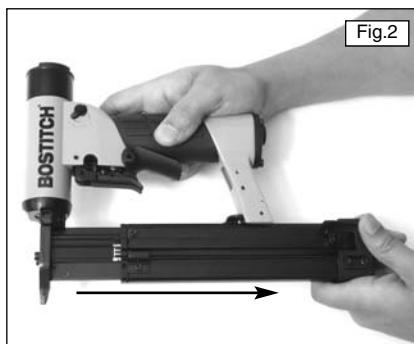

Fig.2
2. Tire de la parte deslizante del cartucho hacia atrás como se muestra en la Fig.2
3. Deslice la cubierta hacia abajo hasta que se alineen los dos agujeros grandes con las dos cabezas de tornillos que se muestran en la Fig.2.
Para reducir la potencia: gire la palanca a la izquierda como se muestra en la Fig.2